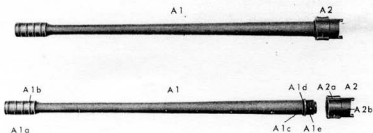

Abb. 9: MG 81; Einzelteile des Laufes, vollständig
| A. Lauf, vollständig (Abb. 9) | } beweglich |
A. Lauf, vollständig (A) (Abb. 9)